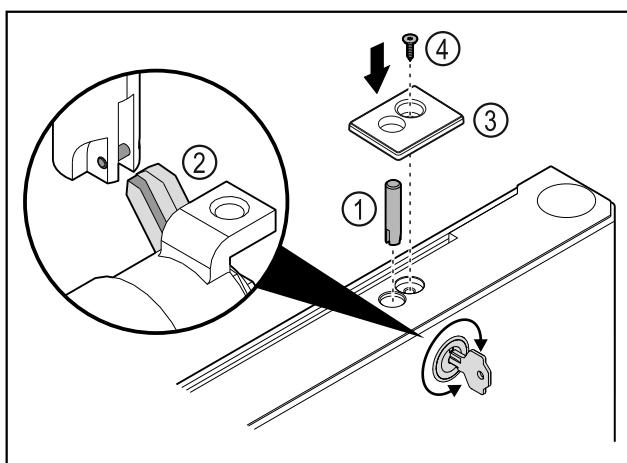

Fig. 42
- Вставьте запорный палец Fig. 42 (1).
- Слегка поверните замок, чтобы запорный палец Fig. 42 (2) защелкнулся в пазу замка.
- Установите крышку Fig. 42 (3).
- Вставьте винт Fig. 42 (4).